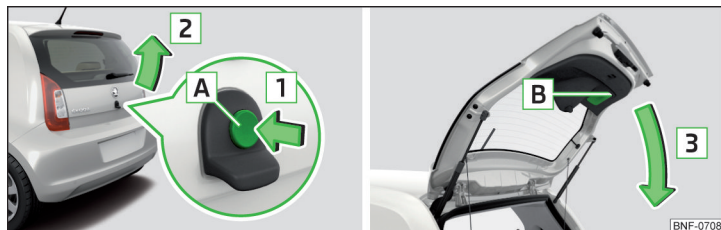

Fig. 34 Åbning/lukning af bagklap
Knappen A » Fig. 34 på side 40 deaktiveres ved igangsætning eller fra en hastighed på mere end 5 km/h. Når du standser og åbner en dør, aktiveres knappen igen.
- For at **åbne** skal du trykke på knappen **A** i pilens retning **1** » Fig. 34.